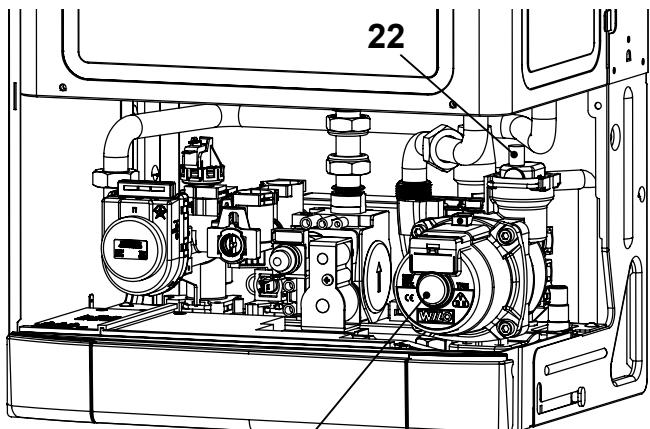

рисунок 6.2
- Спустите воздух из насоса, открутив винт 21 (рисунок 6.2); разблокируйте насос, поворачивая ротор в направлении, указанном стрелкой на информационной табличке.